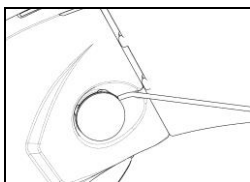

Fig. 16
- Agganciare il microfono specifico per caschi integrali nella sua sede sulla mentoniera (Fig. 16).